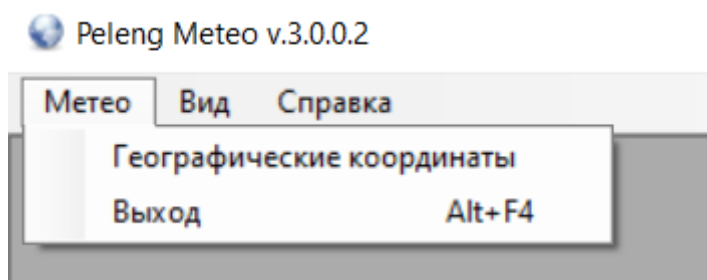

Рисунок 2.13 – Пункт меню «Метео»
2.6.2 Пункт меню «Метео» (рисунок 2.13)